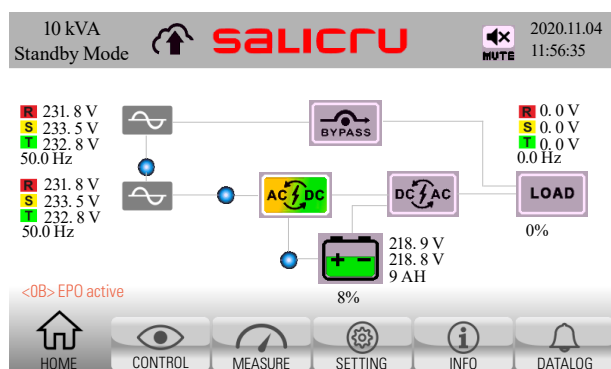

Fig. 60. Écran principal avec arrêt d'urgence EPO activé. Il n'y a pas de tension de sortie.
2. Une nouvelle alarme apparaît sur le panneau de commande <0B> EPO active (EPO activé), et l'équipement passe automatiquement en mode attente (Fig. 60).